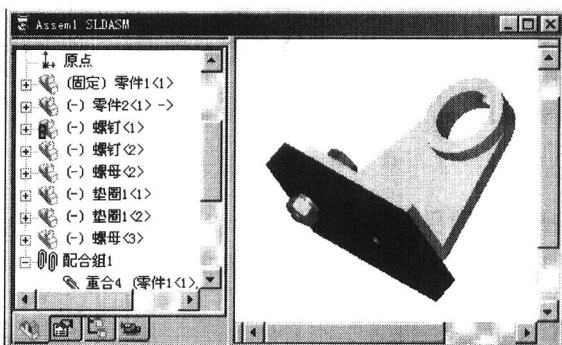

图 1-20 零件配合 (一)
(14) 用同样的方法可以按照装配顺序依次装入垫圈、螺母，结果如图 1-20 所示。